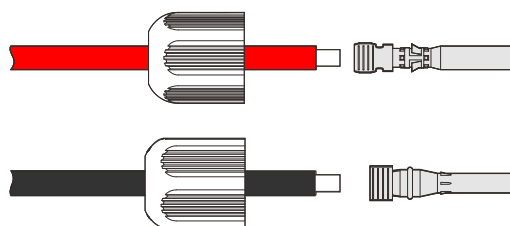

Figura 3-17 Crimpe os terminais de metal
- Etapa 2** Solte as porcas de segurança dos conectores positivos e negativos, passe os fios positivos e negativos pelas contraporcas correspondentes e crimpe os fios positivos e negativos nos terminais metálicos positivos e negativos, respectivamente e depois verifique se os fios positivos e negativos estão crimpados firmemente, como exibido na Figura 3-17.